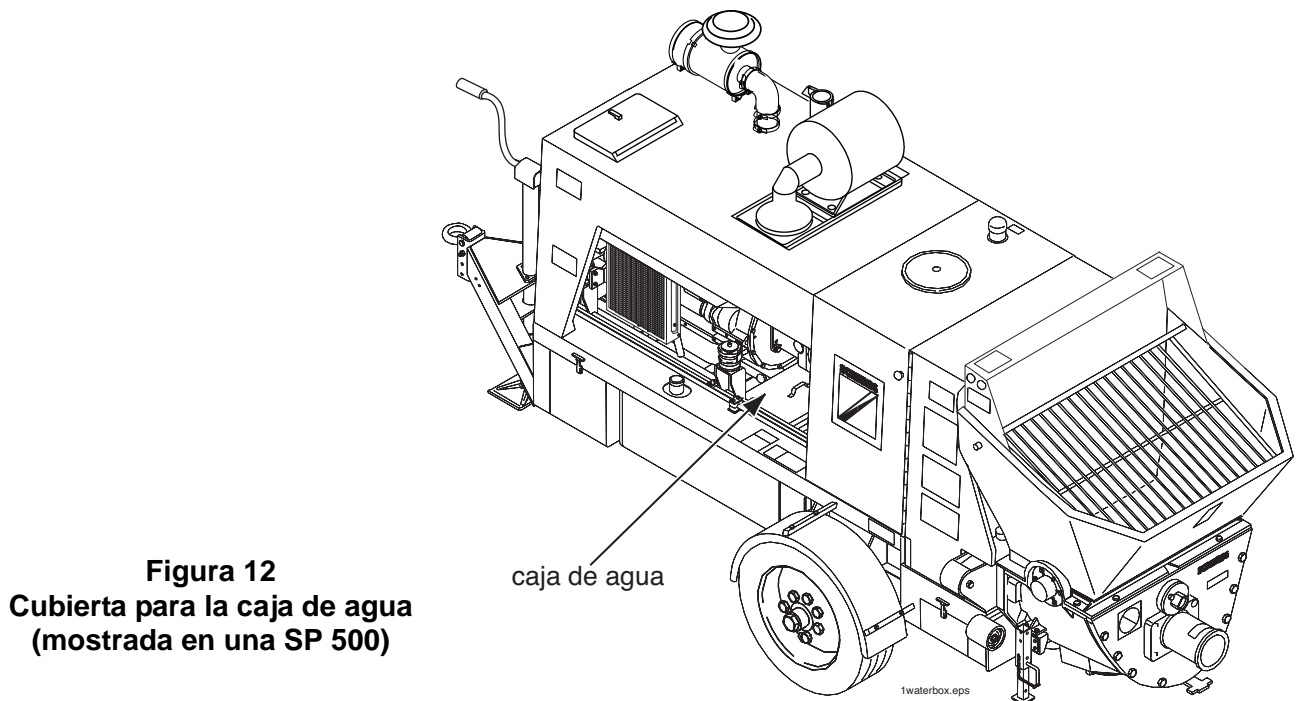

Figura 12
- Se muestra la caja de agua en la Figura 12. Debajo de la cubierta (mostrada) está la caja que contiene el agua necesaria para enfriar a la unidad mientras bombea, los cilindros diferenciales y los arietes.